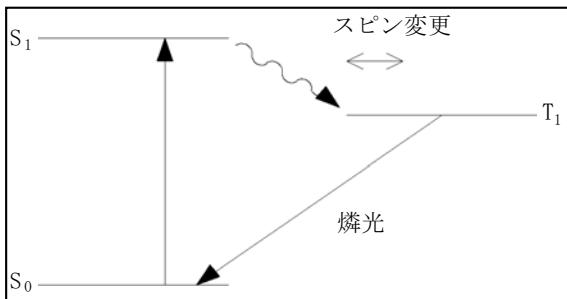

図 4 熔光エネルギーの遷移
燐光の過程が長いのは、励起状態の電子の 1 つが、溶媒の分子と衝突した場合などに、スピンの方向を変えるためです。これが起きると、励起された分子はいわゆる 3 重項状態 (T) になります（『14 ページ 図 4』を参照）。